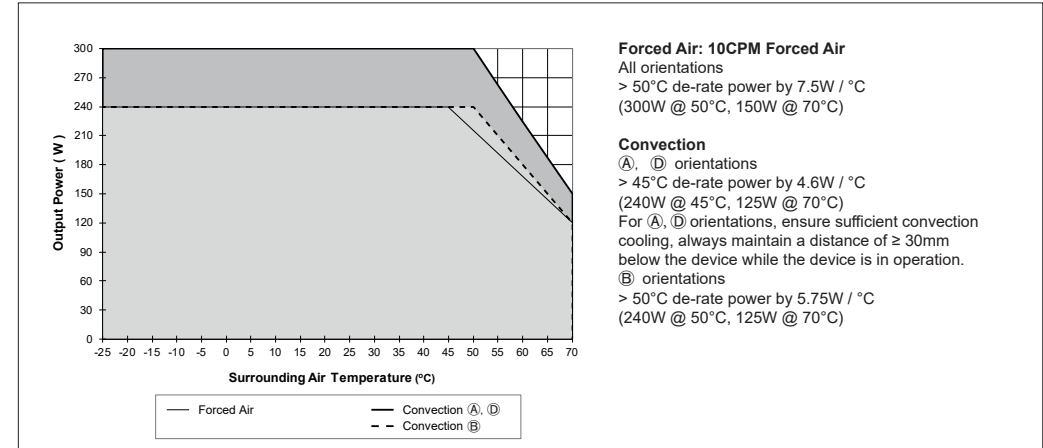

Fig. 4. Power Derating Curve
4. Power Derating Curve (Refer to Fig .4)
- 安装时为确保持强制通风所需的充足气流，电源运行时应始终留出足够空间，气流方向如图4建议。